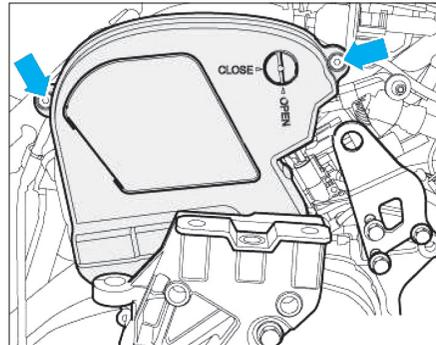

Fig. 12
- À l'aide d'une pièce, mettre la fente sur position "OPEN" puis soulever la trappe de visite du carter de distribution et la retirer (Fig.12).